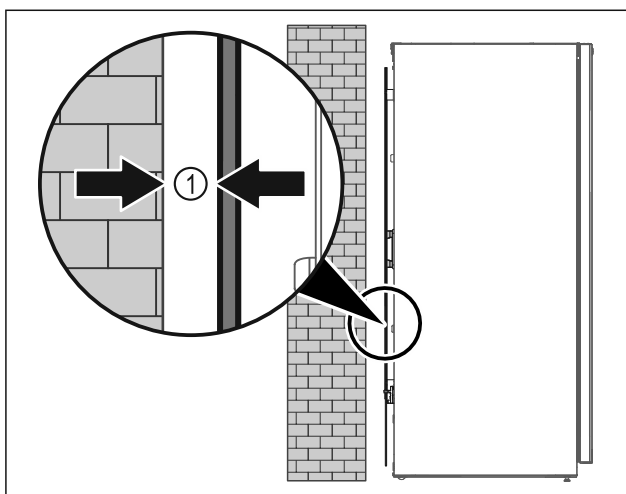

Fig. 8
- Posizionare l'apparecchiatura in un punto a piacere del locale (libera installazione) oppure addossato a una parete a una distanza minima di 5 mm Fig. 8 (1).